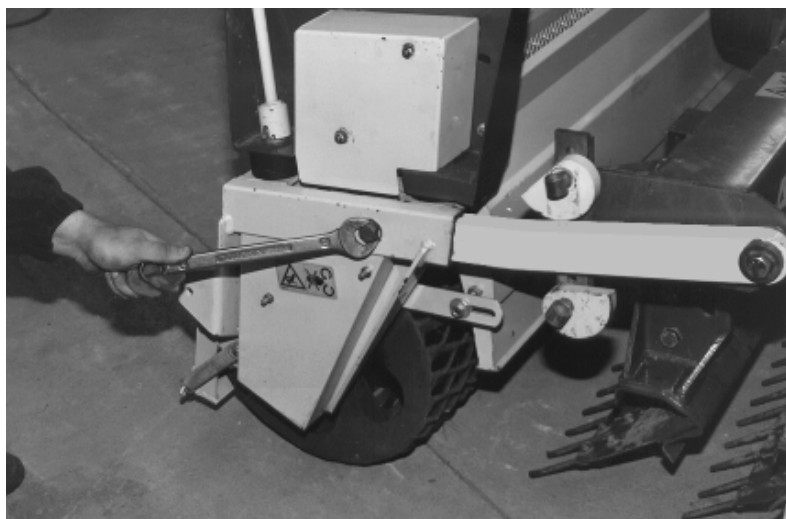

fig. 8
- Fjern låseskruene fra braketten (fig. 8).